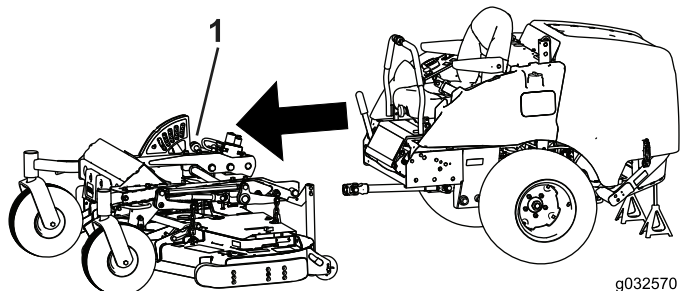

Bild 59
8. Rollen Sie den Sommerrahmen nach vorne und bewahren ihn für die saisonale Umrüstung auf (**Bild 59**).